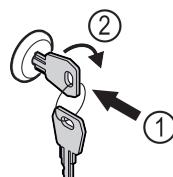

Fig. 176
- 按入钥匙 Fig. 176 (1)。
- 将钥匙顺时针转动 90° Fig. 176 (2)。